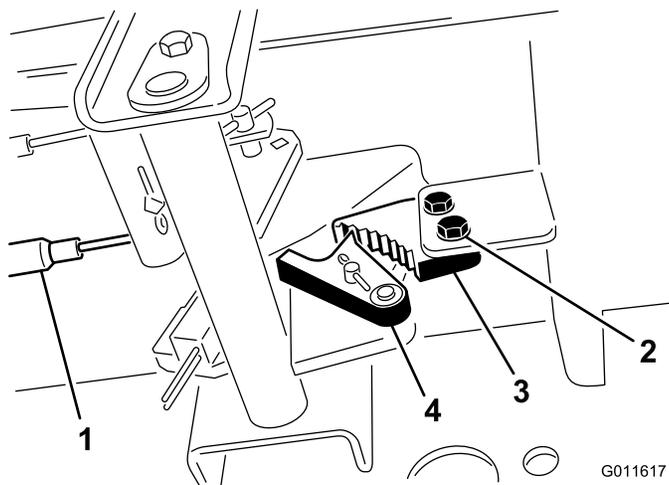

图70
1. 松开将驻车刹车闸固定到机架的 2 个螺钉（图70）。
2. 向前踩驻车刹车踏板，直到刹车卡槽完全接合刹车闸（图70）。